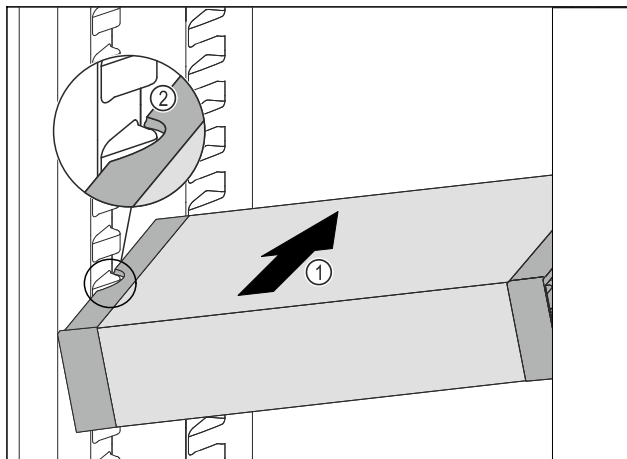

Fig. 99
- ▶ Predal VarioSafe potiskajte poševno v hladilnik Fig. 99 (1), dokler stranska izreza Fig. 99 (2) predala VarioSafe nista na višini nastavka za posodo v hladilniku.